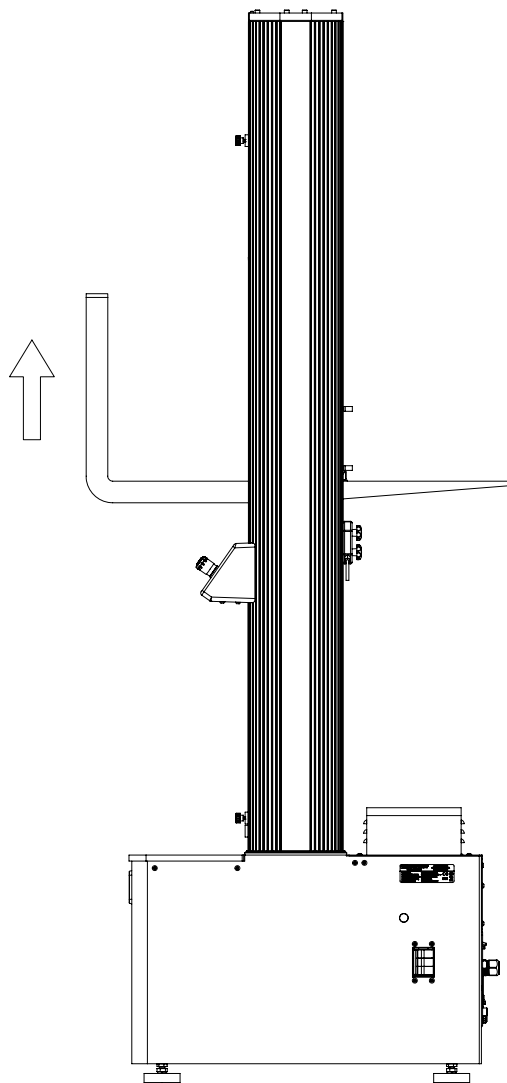

Figura 22. Sollevamento del telaio dalla traversa
1. Usando un carrello elevatore a forche imbottite o con un materiale di protezione intorno alla traversa, inserire con cautela le forche sotto la traversa, tra le colonne. Vedere Figura 22 a pagina 74.